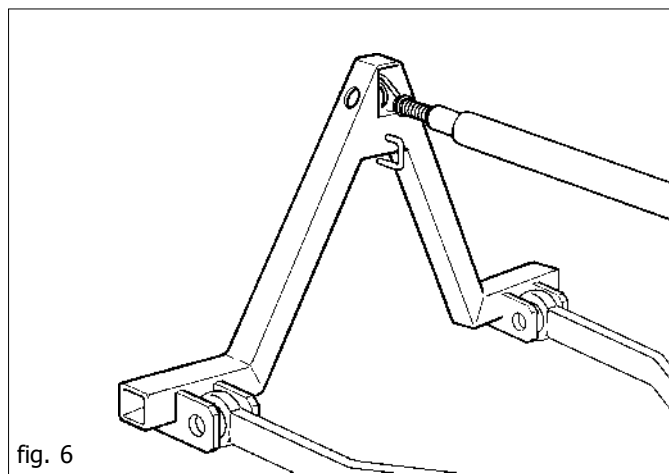

fig. 6
- 1) Il trattore deve disporre di un attacco sollevatore a tre punti frontale, sul quale va montato l'attacco a triangolo (Fig. 6).